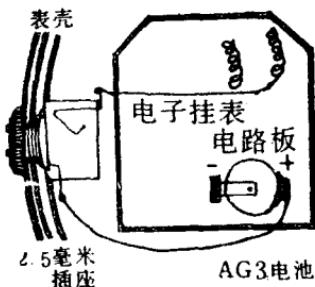

图2 电子挂表电路板
2. 在能与插头接通的两个接线头上分别焊上约40毫米长的细漆包线，漆包线的另一端，分别接到电子表中通电池正极的位置和接压电陶瓷片的任一个小弹簧上(图2)。